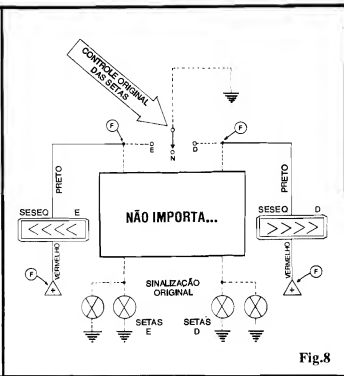

Fig.8
**- FIG. 8 - OUTRA POSSIBILIDADE DE INSTALAÇÃO ELÉTRICA...** - Já se o terminal ativo da chave/controlador original das setas de direção tiver uma conexão normal à "terra" (negativo), então os fios pretos dos dois SESEQs devem, respectivamente, ser ligados aos terminais de saída *esquerdo* e *direito* da tal chave, sendo que os fios vermelhos deverão ser ligados a qualquer ponto onde existam os 12V positivos do circuito elétrico do carro... Novamente, *não importa* o sistema usado para o acionamento intermitente das originais lâmpadas de seta... Também no diagrama, as linhas tracejadas indicam conexões já existentes, linhas sólidas mostram a fiação a ser acrescentada, e pontos marcados com "F" mostram as ligações a serem feitas...